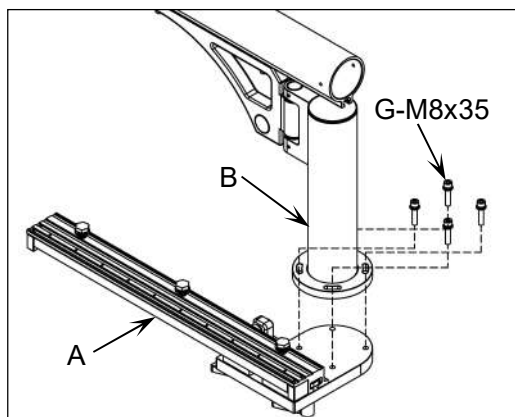

Abb. 8
3. Wie in **Abb. 8** dargestellt, montieren Sie die Säulenauslegerbaugruppe (**B**) auf der Säulenhalterung (**A**), indem Sie den geschlitzten Flansch mit den vier Bohrungen in der Halterungsplatte ausrichten und die Säule mit vier Sätzen M8 × 35-Schrauben (**G**) an der Halterung befestigen.